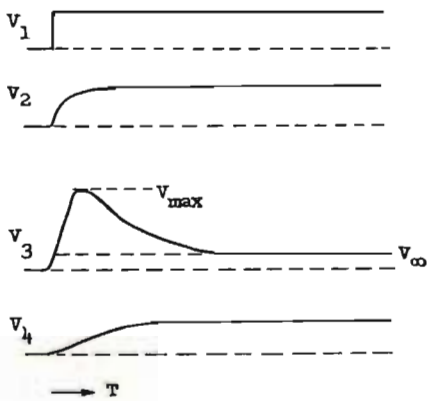

Fig 4. Pulssvar från kretsen i *fig 1* för en stegfunktion med amplituden 1 med de förutsättningar som nämnts i texten.
Förutsatt att ω_1 är mindre än ω_3 , dvs frekvensomfånget för förstärkare A är mindre än för förstärkare C, så kommer spänningarna $V_1 - V_4$ i *fig 1* att bli som i *fig 4* för en stegfunktion på förstärkarens ingångssteg $V_1 = V_1/s$ (3)